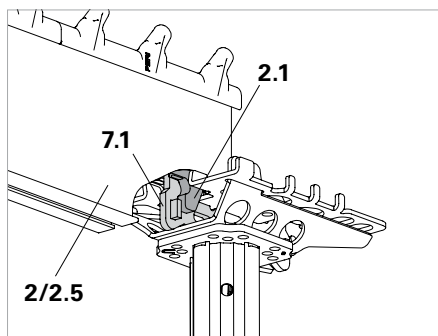
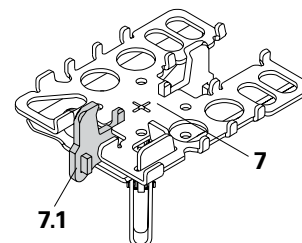

Fig. A5.10
Fig. A5.11
O cabeçal de borde (7) (Fig. A5.11) é um apoio seguro, fixo e não basculante para:
- Viga Principal SLT 225 (2).
- SLT 150 (2.5). (Fig. A5.10)
A viga principal SLT deve ser montada no meio do suporte dos cabeçais SKYDECK. A ligação da viga principal (2.1) cobre o suporte (7.1) da viga no cabeçal. (Fig. A5.10)